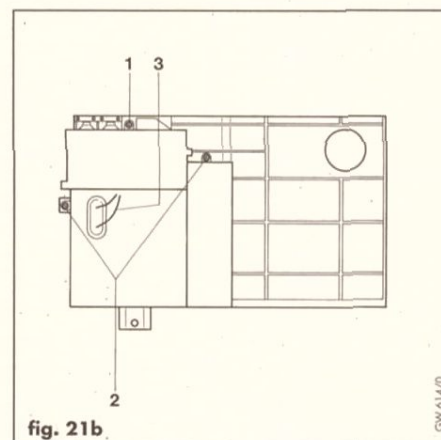

fig. 21b
- Togliere la vite (1, fig. 21b) e levare il coperchio della morsetteria.